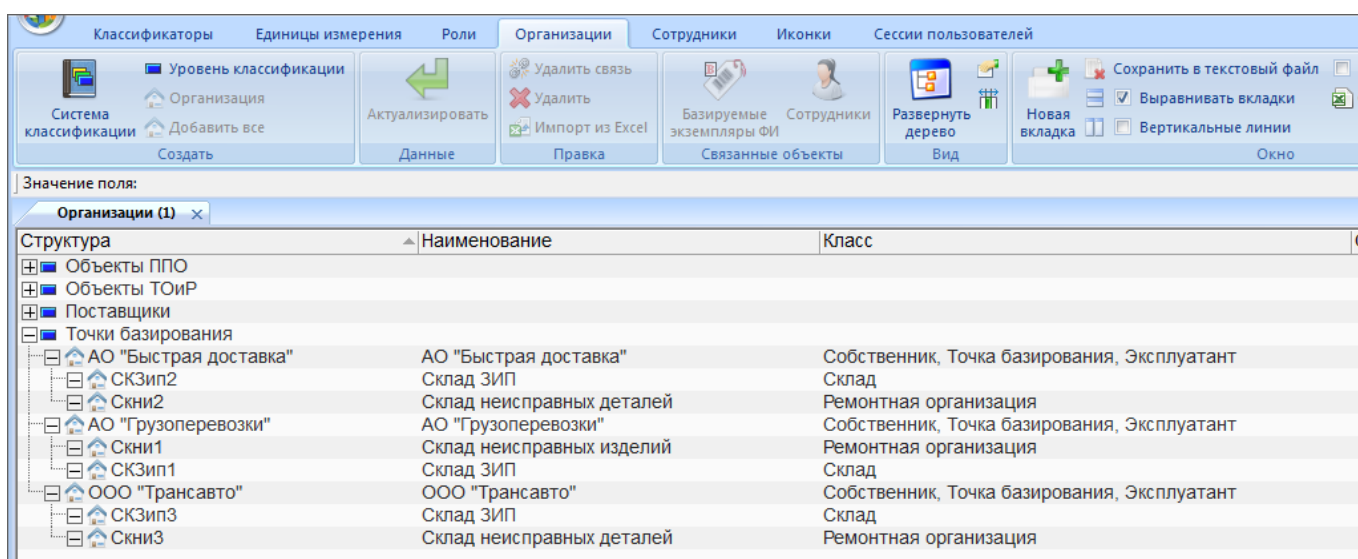
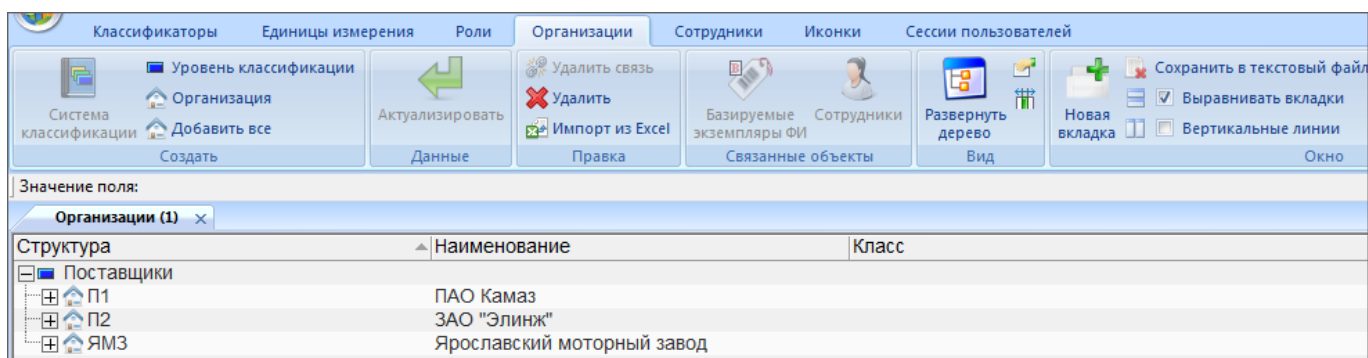

Рис. 9-1 – Структура организаций для размещения экземпляров ФИ, комплекта ЗИП и неисправных изделий
Рис. 9-2 – Организации–поставщики ПКИ
1) Создать организации – эксплуатанта и точки базирования экземпляров ФИ, склад для размещения комплекта ЗИП, склад неисправных изделий (рис. 9-1), организации–поставщики (рис. 9-2).